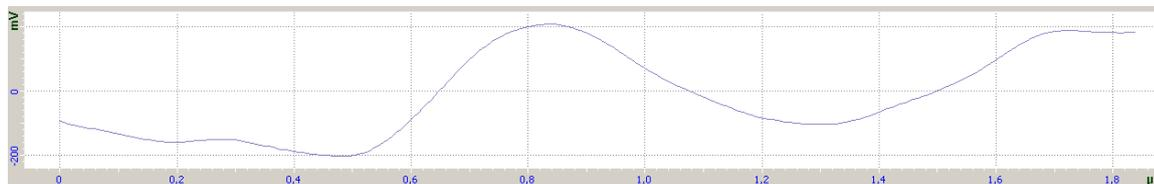

Рис. 9-26. Сигнал Surface Potential
- на панели отображения 1D-данных будет построчно отображаться измеряемый сигнал, выбранный в области отображения 2D-данных (Рис. 9-26);